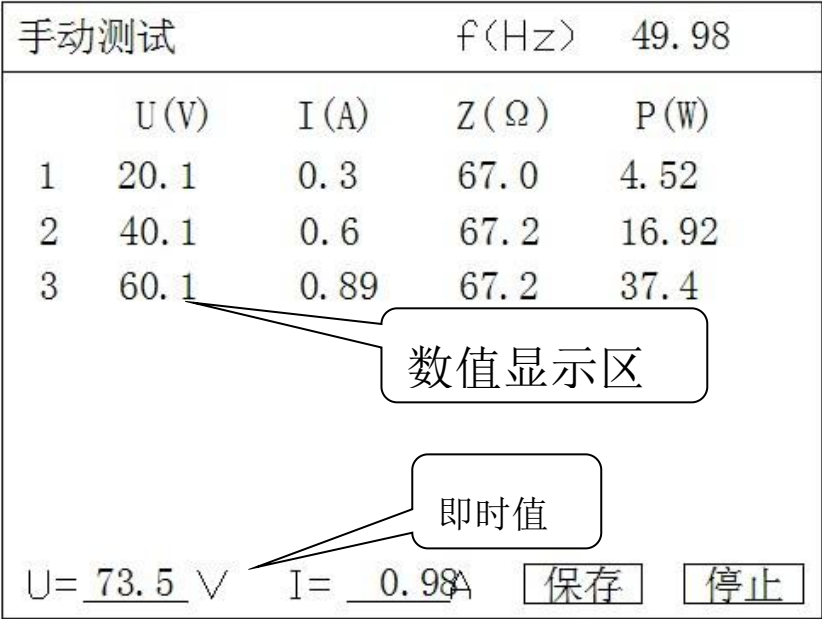

图 8 手动测试界面
- 3) 根据试验需要将以上参数设置好，移动光标选择“开始试验”后即可进入如图 8 所示